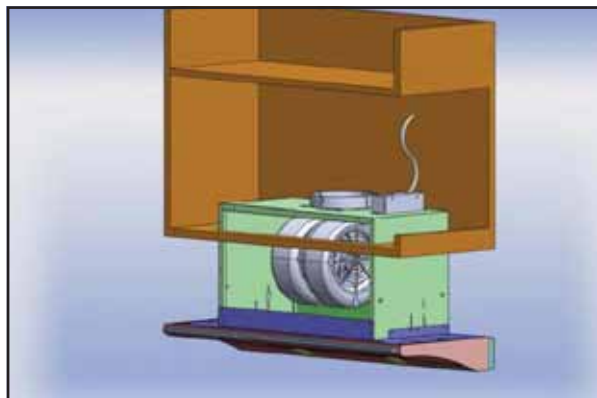

FIG.3
- 2) Ouvrez les portes de l'armoire. Soulevez la hotte et faites-la glisser dans l'ouverture sous l'armoire (Fig. 3). Assurez-vous que l'ouverture correspond aux dimensions indiquées à la page 9 (Fig.1).